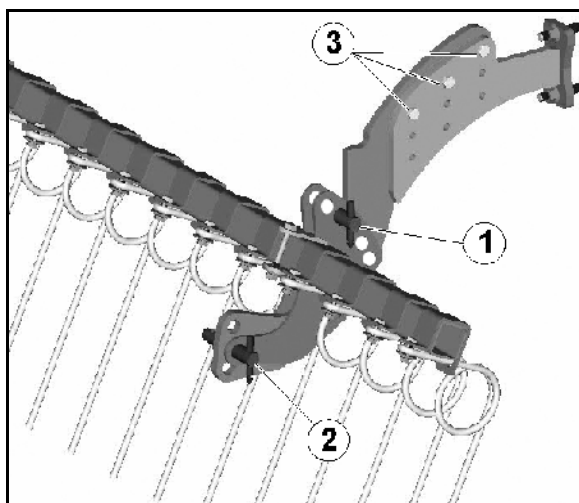

Fig. 45
4. Einstellbolzen (Fig. 45/1) in gewünschter Position abstecken.
Nach dem Einstellen der Neigung kann die Anbauhöhe des Heckstriegels über den Bolzen (Fig. 45/2) angepasst werden.
Der Heckstriegel kann über die Schrauben (Fig. 45/3) den verschiedenen Walzen angepasst werden.